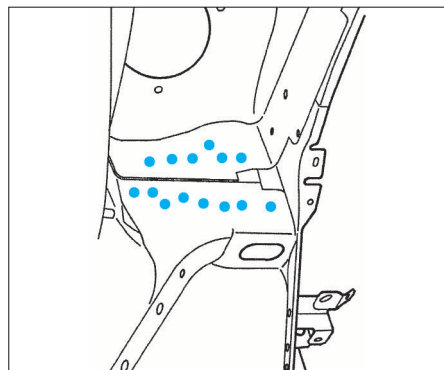

FIG. 37
- Souder à la pointeuse électrique (Fig.37).